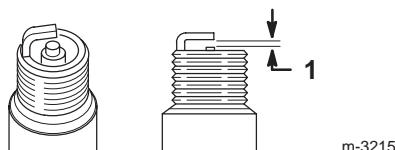

Figure 25
9. Réglez l'écartement des électrodes à 0,76 mm, comme indiqué à la Figure 25.